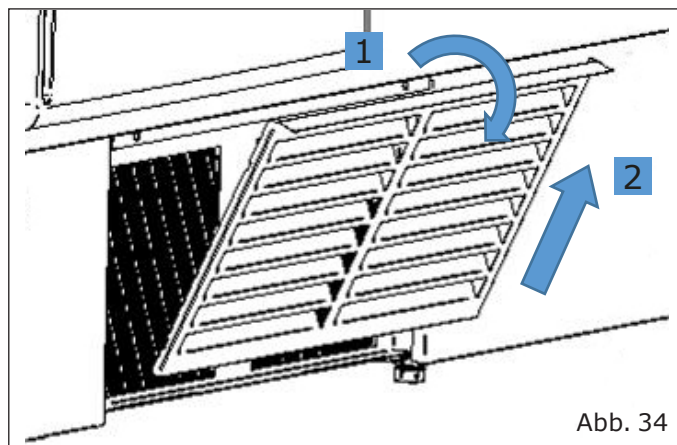

Abb. 34
- Entfernen Sie den Kondensatorgrill, indem Sie die Knöpfe entfernen, mit denen er befestigt ist, und befolgen Sie die Anweisungen (Abb. 34).